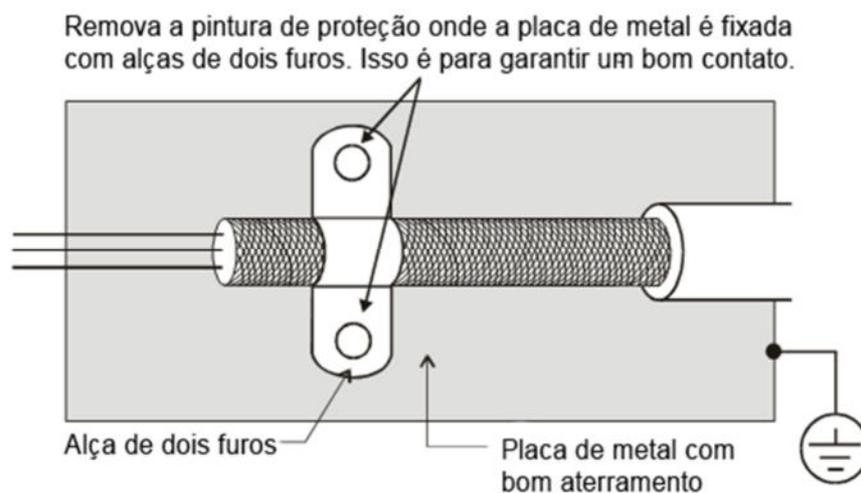

Figura 7-76
2. Remova a pintura protetora onde a placa de metal é fixada com as alças de dois orifícios. Isso é para assegurar um bom contato. Veja a Figura 7-76